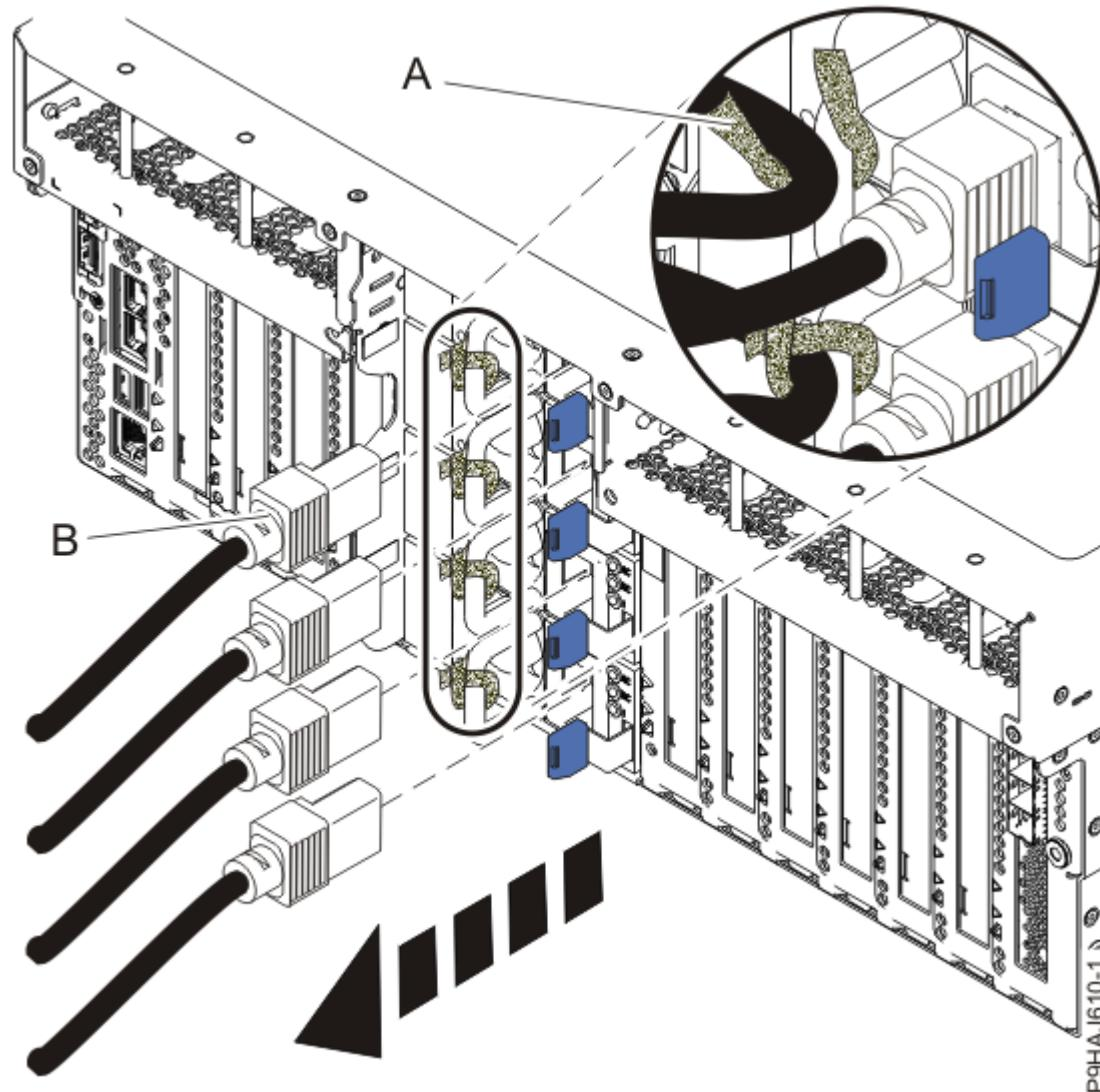

図 4. ラック・マウント型サーバーからの電源コードの取り外し
- 電源コードにラベルを付けて、システム装置から切り離します。8 ページの図 4 または 9 ページの図 5 を参照してください。